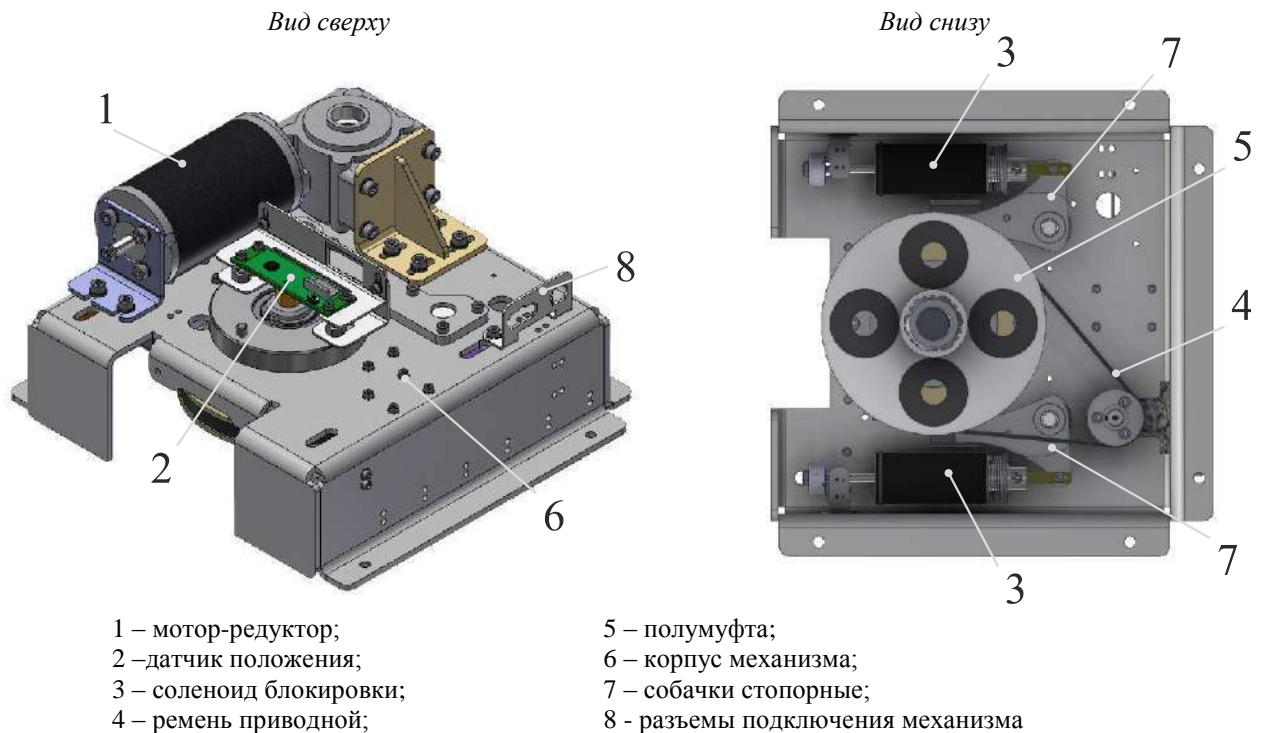

Рис. 4 – Общий вид и конструкция механизмов калитки и ротора турникета «BICYCLONE-L»
1.4.2. Конструкция механизмом управления ротором и калиткой (см.Рис.4).